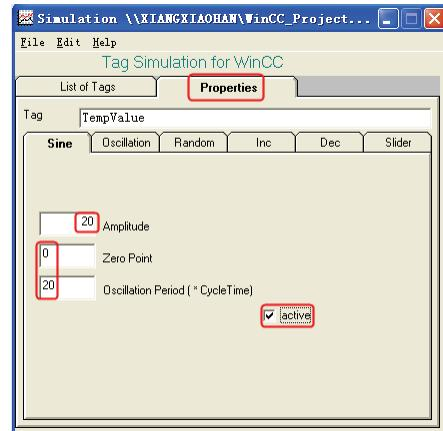
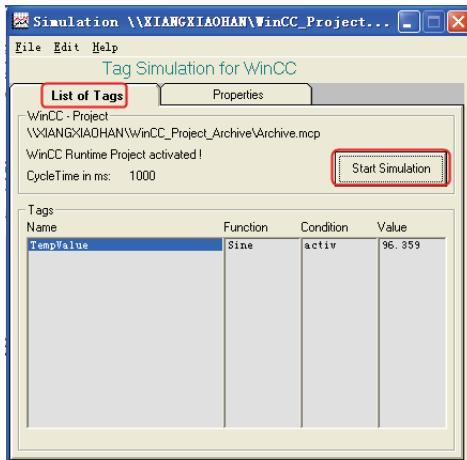

图 7-27 属性
图 7-28 变量列表
2) 启动仿真器。用仿真器产生一条正弦曲线，选中“Properties”（属性）选项卡，选择正弦曲线的振幅，并勾选“active”（激活）选项，如图 7-27 所示。再选择“List of Tag”（变量列表）选项卡，单击“Start Simulation”（开始仿真）按钮，开始产生正弦曲线，如图 7-28 所示。